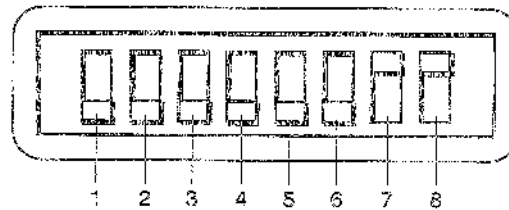

Figure 4 : Switches du microsélecteur
- 16. Switches du microsélecteur (Figure 4)